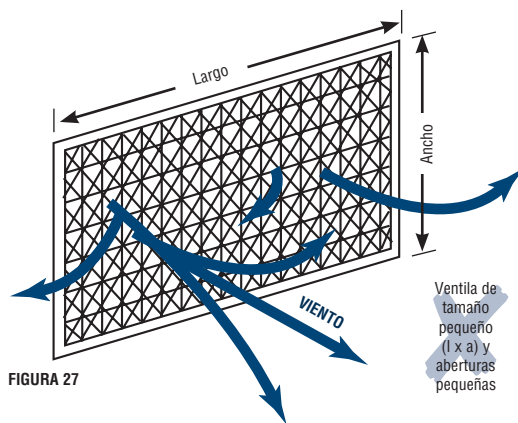

FIGURA 27
- ¿Escucha un molesto sonido “de viento” que sale de sus ventilas de salida de aire? Esa suele ser la consecuencia de aberturas demasiado pequeñas o de rejillas demasiado estrechas (por ejemplo, metal perforado), que restringen el paso del aire (figura 27).